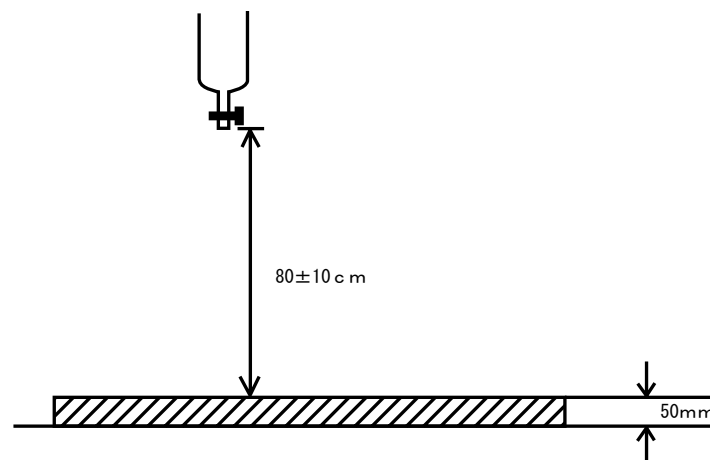

図3 落下衝撃試験
- a) 用具を、80±10cm の高さまでもち上げ、3 回ずつ、剛性のある基礎(コンクリートブロック)床面に置いた厚さ 50mm の堅い木板の上に落とす。(図 3 参照)